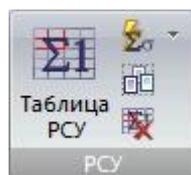

Рис. 67.
- **PCU (расчетные сочетания усилий)** (рис.67) – операции, позволяющие создавать и/или редактирование ранее сформированных таблиц расчетных сочетаний усилий (PCU);
Панель РСУ (расчетные сочетания усилий) (рис.67) содержит следующие команды: